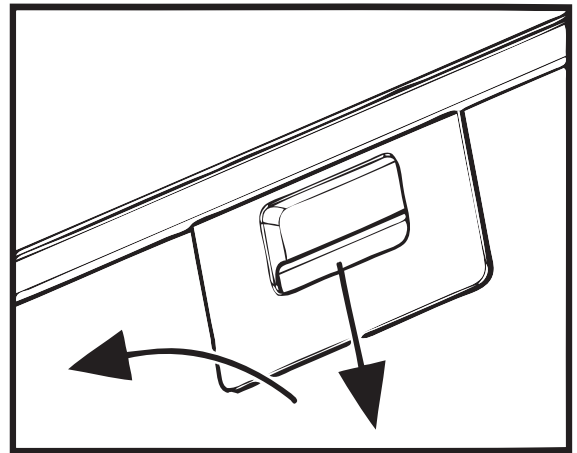

Рис.6
8.7 Для снятия алюминиевого фильтра (**рис.6**) необходимо нажать на пружинную задвижку и, потянув на себя и вниз, снять фильтр с панели. Установку фильтра выполнить в обратном порядке.